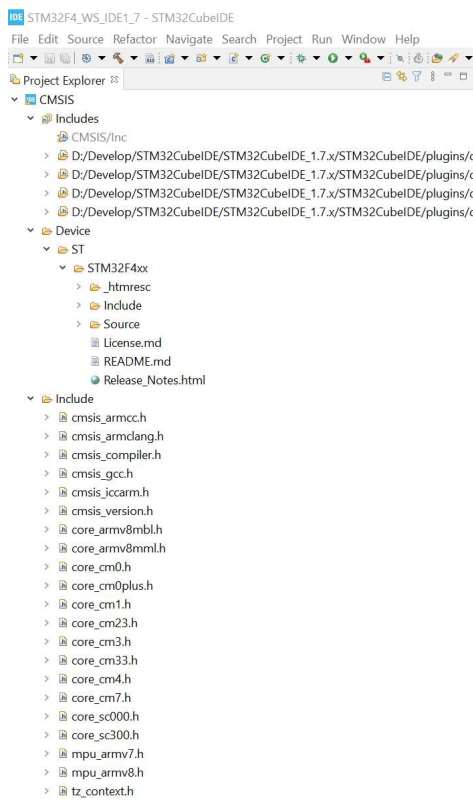

Abbildung 4: Projektstruktur nach dem Kopieren
- Im Bereich der Zeilen 59 bis 94 dieser Datei finden Sie eine Menge auskommentierte mit #define beginnende Zeilen. Entfernen Sie hier die Kommentarzeichen um den von Ihnen verwendeten Mikrocontroller. Abbildung 4 zeigt, wie dies für den STM32F446 aussieht: